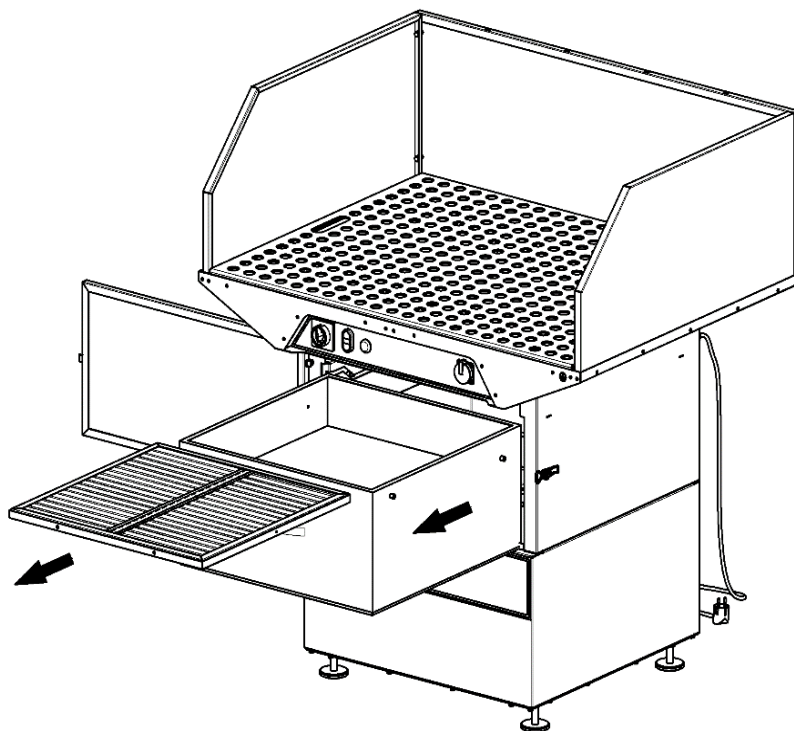

Рисунок 6
- 3) извлечь картридж из фильтровальной камеры, выкатив по направляющим (рисунок 6)